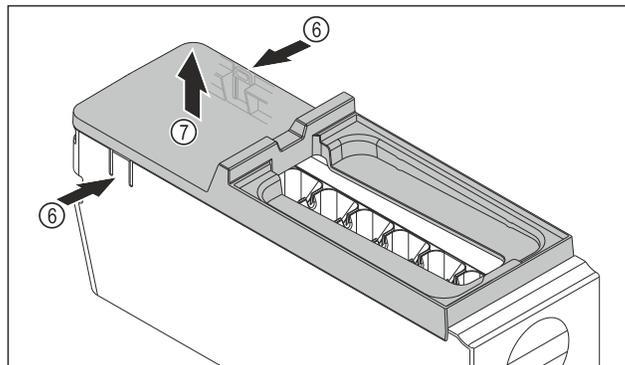

Fig. 135
- ▶ Retirer le couvercle du corps de l'EasyTwist-Ice : D'une main, pousser les languettes *Fig. 135 (6)* des deux côtés du corps de l'EasyTwist-Ice.
- ▶ De l'autre main, retirer le couvercle *Fig. 135 (7)* vers le haut.